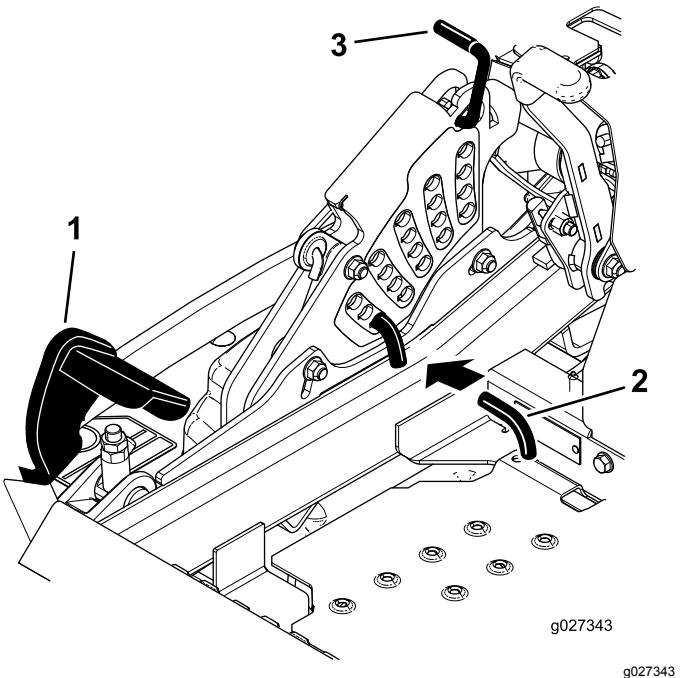

Figura 87
5. Empuje el pedal de elevación de la carcasa hacia delante del todo; la carcasa se enganchará en la posición de TRANSPORTE de 14 cm (5½") (Figura 87).